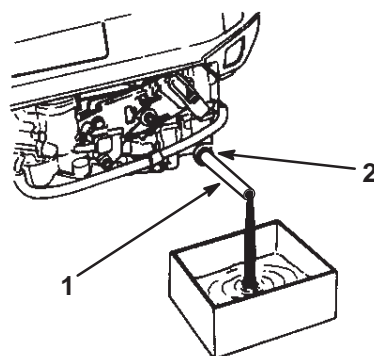

Bild 23
5. Heben Sie die linke Seite des Rasenmähers mindestens 30 cm hoch und öffnen die seitliche Ölverschlusschraube (Bild 23).
6. Schieben Sie das Ölblech über die Verschlusschraube und senken den Rasenmäher ab (Bild 23).